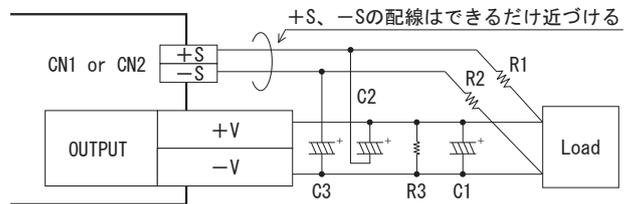

図1.4 リモートセンシングの接続例
- リモートセンシングを使用する場合の結線を図1.4に示します。
- ①負荷線に接触不良（ねじのゆるみなど）が生じると、センシング線に負荷電流が流れ、電源内部回路が故障することがありますので、結線には十分注意して下さい。
- ②電源から負荷までの配線は、十分余裕のある太い電線を使用し、ラインドロップは0.3V以下でご使用ください。
- ③センシング線は、ツイストペア線、またはシールド線を使用してください。
- ④+S、-S端子から電流を取り出さないでください。
- ⑤配線や負荷のインピーダンスによって、出力電圧に共振波形が発生したり、出力電圧の変動が大きくなる場合があります。センシング使用時には、評価確認の上ご使用ください。出力電圧が不安定になった場合、図1.4におけるC1、C2、C3、R1、R2、R3を接続することが有効です。
- ⑥センシングラインが長く出力電圧が発振する場合は、R1、R2で調整してください。詳細はお問い合わせください。